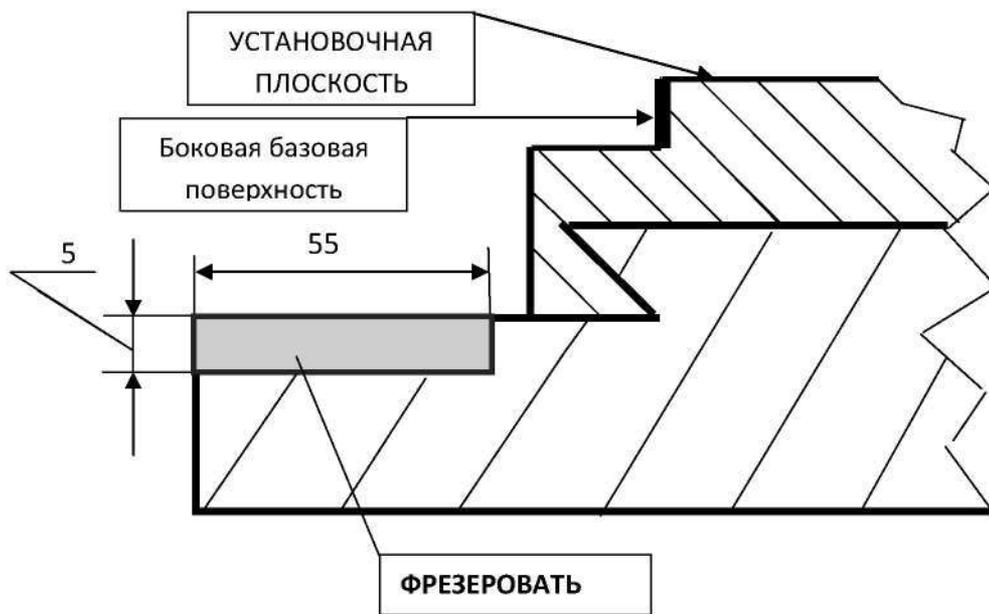
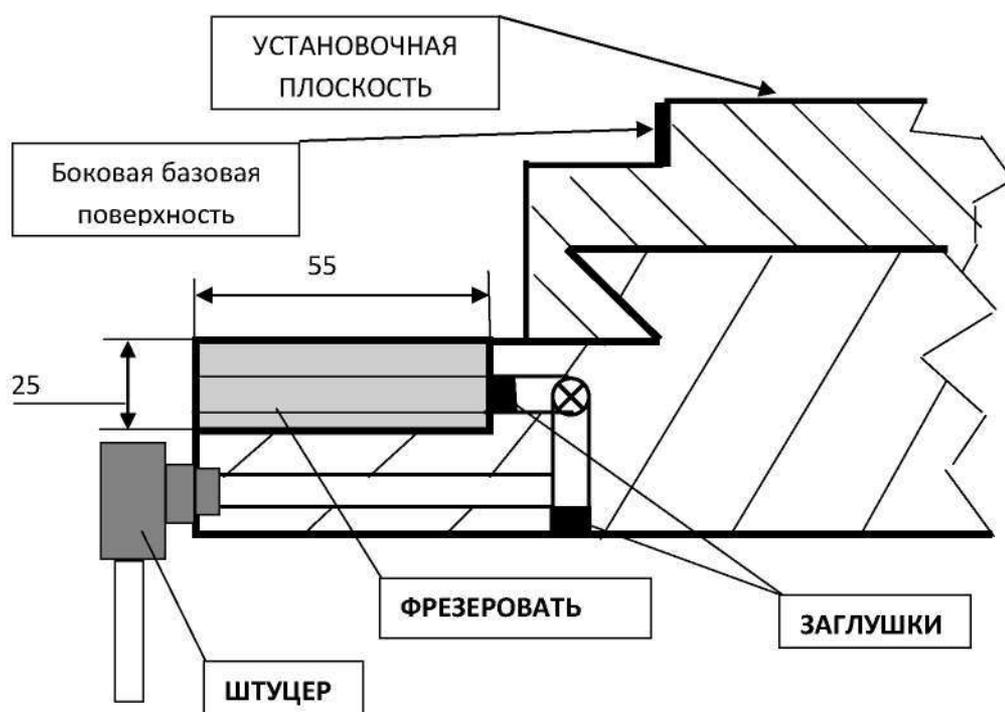
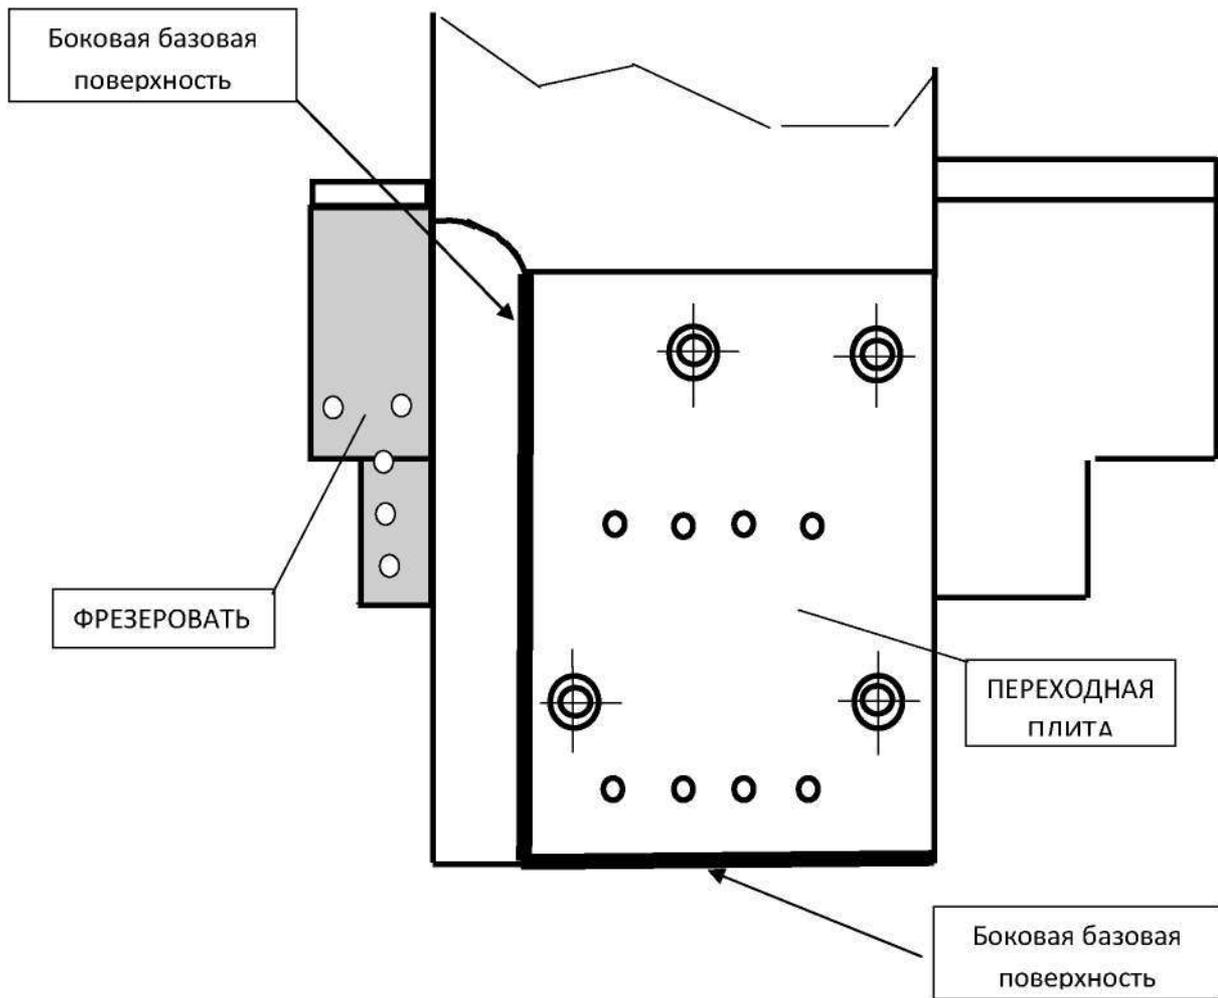

Рис.13
Рис.14
Рис.15.
- 1.1. Фрезеровать лапу нижних саней суппорта в соответствии с рис.13. в размер 5x55 мм.
- 2.1. Фрезеровать лапу нижних саней суппорта в соответствии с рис.13 и рис.15 в размер 5x55 мм.
- 4.1 Фрезеровать лапу нижних саней суппорта в соответствии с рис. 14 и рис.15 в размер 25x55 мм. и перенести смазку направляющих.